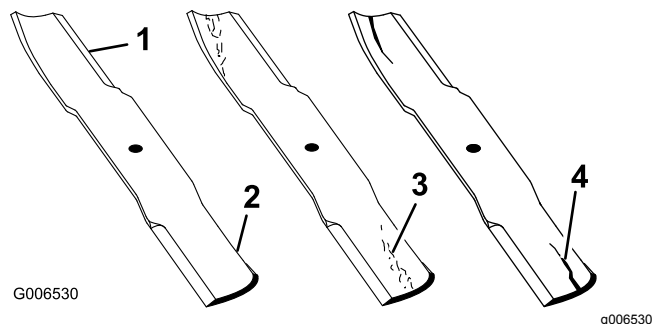

Bild 60
1. Untersuchen Sie die Schnittkanten (Bild 60).
4. Wenn Sie Risse, Verschleiß oder Rillenbildung in diesem Bereich feststellen, sollten Sie sofort ein neues Schnittmesser einbauen (Bild 60).